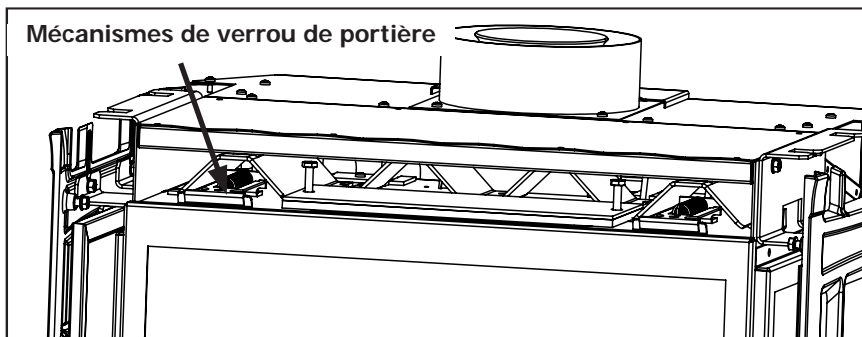

Figure 11: Loquets de la porte de verre (avant de l'armoire avec le haut enlevé)
Afin d'installer les bûches, et pour le nettoyage régulier, la porte en verre doit être retirée. Le cabinet doit d'abord être déposé avant, comme décrit dans la section ci-dessus, avant d'accéder aux loquets de portière. Il existe deux (2) mécanismes de loquet de porte sur la porte vitrée supérieure comme illustré à la Figure 11. Chaque loquet peut être tiré en ligne droite et jusqu'à la main. Lorsque la partie supérieure, le décroché des loquets porte peut être levé hors de la fente d'alignement en bas de la Firebox, illustré à la Figure 22.